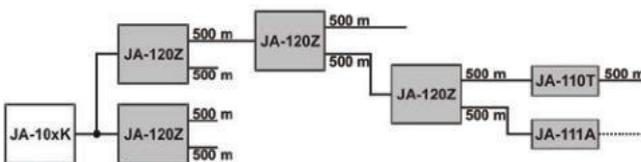

Abb. 2: 2 – Erweiterung der BUS-Länge um weitere 2x 500 m je JA-120Z-Einheit
- Erweiterung des BUS auf über 1x 500 m (JA-101K) oder 2x 500 m (JA-106K), siehe Abb. 2.
Erweiterung des BUS (Abb. 2)